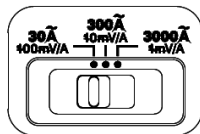

Рис.6.1 Переключатель выбора предела измерений
1. Гибким проводом токовой петли обхватите измеряемый проводник и обеспечьте надежную фиксацию механизма блокировки (**LOCK/ UNLOCK**)*, а также правильное позиционирование теплы для проведения точных измерений (см. рис. 6.1, 6.2).
2. Для sFlex 10T/ 18T переключатель пределов измерений в зависимости от ожидаемого тока установить в требуемое положение: **30A / 300 A/ 3000 A** – как указано на рис.6.1.